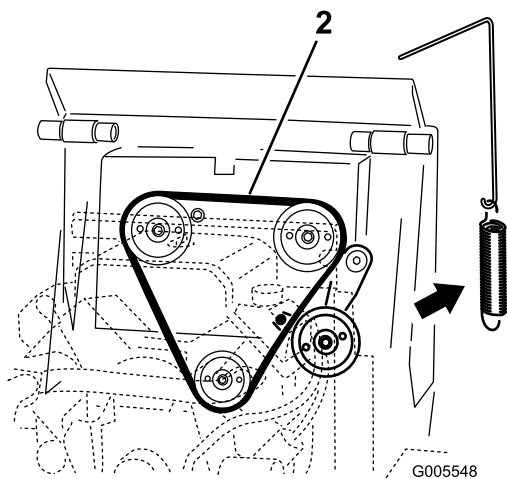

Figure 45
4. Enlevez le ressort de poulie de l'ensemble poulie de tension (Figure 45).
6. Placez une courroie d'entraînement neuve sur les trois poulies (Figure 45).